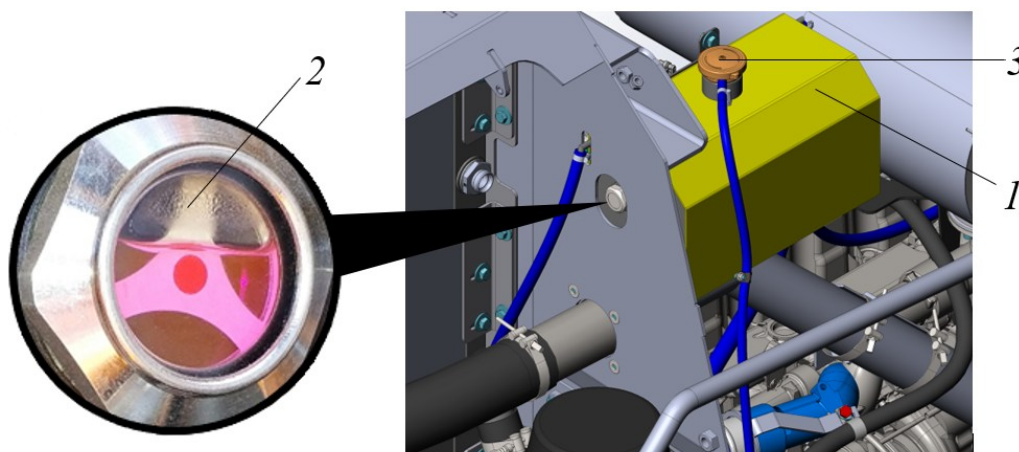

Рисунок 5.31. Расширительный бачок системы охлаждения двигателя
- ▶ Осторожно, приоткрыть крышку наливной горловины 3, рис. 5.31, повернув ее против направления часовой стрелки;
- ▶ Заправить систему охлаждения двигателя свежей охлаждающей жидкостью. Заправку производить через наливную горловину расширительного бачка 1 (рис. 5.31 5.33).